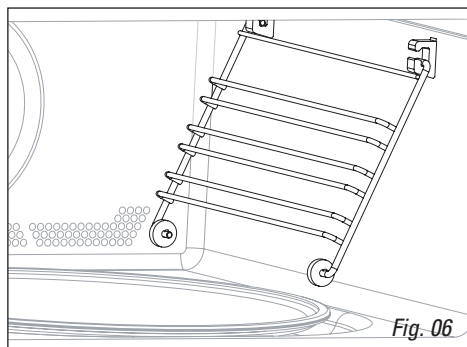

Fig. 06
- **De zijroosters (Fig. 06):** met behulp van 2 zijroosters kunt u de oventoebehoren op 3 niveaus gebruiken.